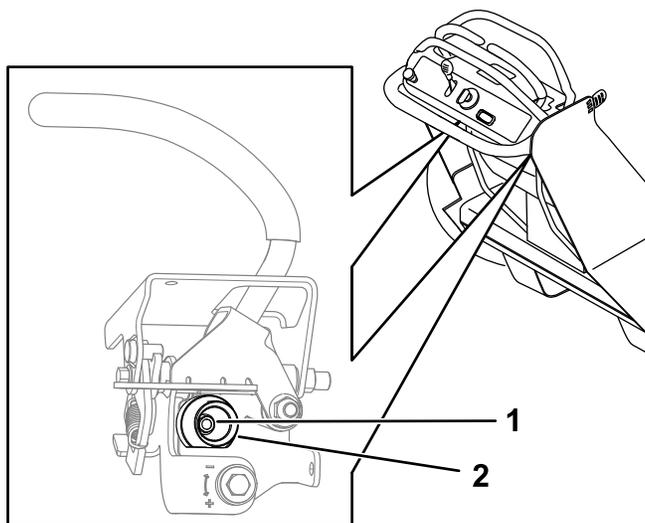

Рисунок 61
5. Ослабьте гайку крепления кулачка того рычага управления движением, который вы регулируете в данный момент (Рисунок 61).
6. Отрегулируйте кулачок так, чтобы его рычаг был совмещен с другим рычагом управления движением, и затяните гайку кулачка (Рисунок 61).